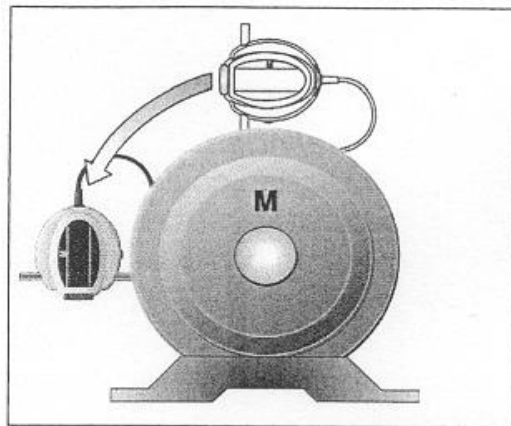

Fig. 18 Ajustar para a posição de 9 horas
a) Ajuste as unidades de medição para a posição de 9 horas com a ajuda dos níveis de bolha (fig. 18)